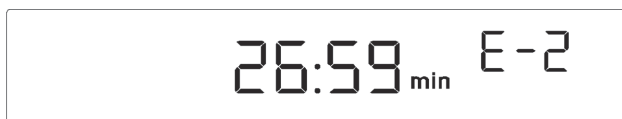

Рис. 12: Индикация кода неисправности E-2
- Если печь находится не в режиме разморозки, и температура в печи менее 35°C после нагрева в течение 5 минут, значит, возникла неисправность нагревательного элемента, на дисплее будет отображаться E-2; См. рисунок 12.